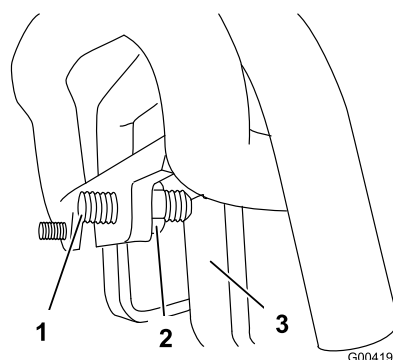

Figura 56
3. Se la macchina devia verso **sinistra**, allentate il controdado **destro** e regolate la vite di arresto sulla parte anteriore del comando della trazione (Figura 56).
4. Se la macchina devia verso **destra**, allentate il controdado **sinistro** e regolate la vite di arresto sulla parte anteriore del comando della trazione (Figura 56).